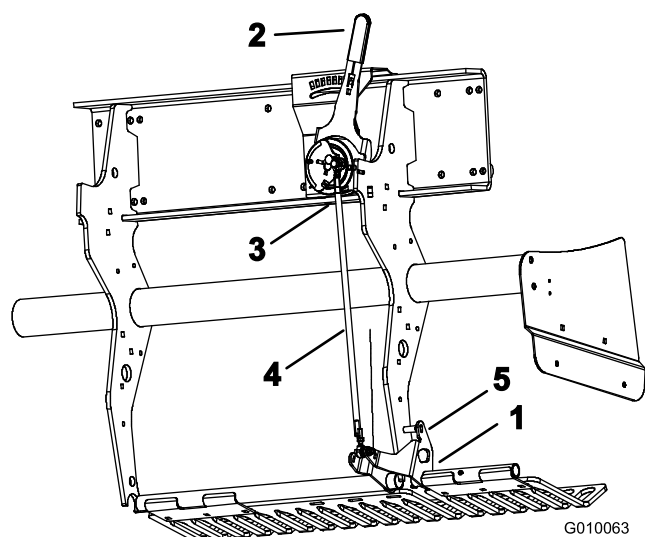

Figura 58
1. Rode o suporte de montagem do protector de relva LH (Figura 58) até dar para inserir um pino de bloqueio (barra ou parafuso de 5/16) entre o suporte e o tubo de configuração da profundidade soldado à estrutura.
2. Mova a alavanca de seguimento do solo (Figura 58) para a configuração H (a mais profunda).
3. Desligue o dispositivo esférico exterior (Figura 58) da cablagem (interruptor de cabeça para baixo).
4. Desaperte as porcas de bloqueio (LH e RH) da barra de ajuste da profundidade (Figura 58).